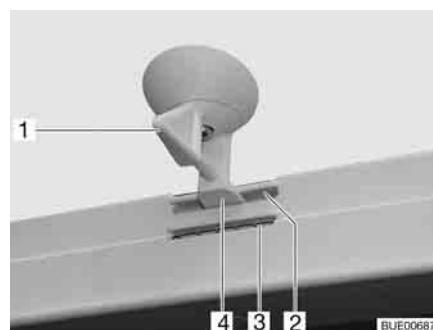
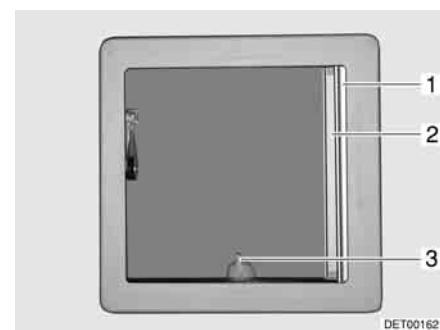

Fig. 32 Oblò inclinabile, bloccaggio
Fig. 33 Oblò inclinabile
- Ruotare la leva (Fig. 32,1 o Fig. 33,3) di un quarto di giro.
- Girare la leva di un quarto di giro. Il bloccaggio (Fig. 32,4) deve entrare nella feritoia inferiore (Fig. 32,3).
- Girare la leva di un quarto di giro. Il bloccaggio (Fig. 32,4) deve entrare nella feritoia superiore (Fig. 32,2).
- Tirare la tendina oscurante pieghevole (Fig. 33,1) fino alla posizione desiderata e rilasciare. La tendina oscurante pieghevole rimane in questa posizione.
- Estrarre la zanzariera a rullo (Fig. 33,2) fino a quando non scatta il blocaggio dalla parte opposta.